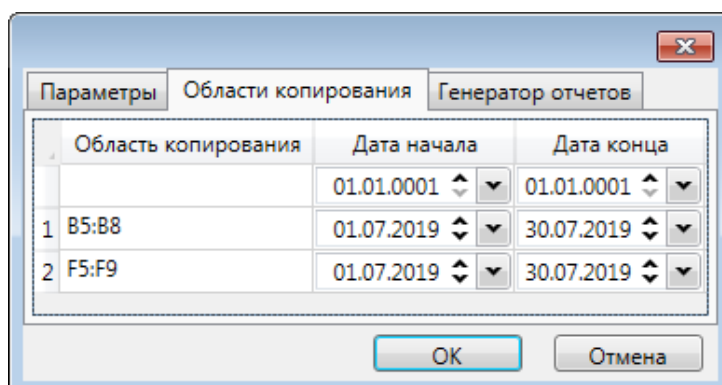

Рисунок 123 – Области копирования отчёта
- значения временных промежутков областей копирования (рисунок 123);